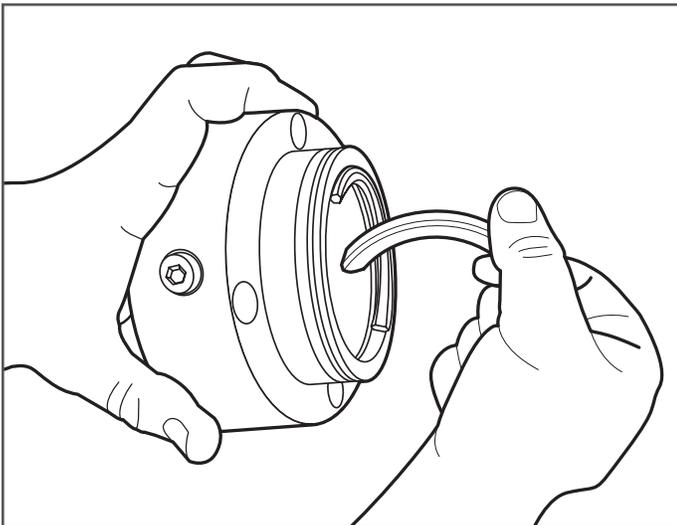

Figura 7-12
13. Retire los anillos partidos de la sección central del accesorio DoubleTrac®. (Figura 7-12)